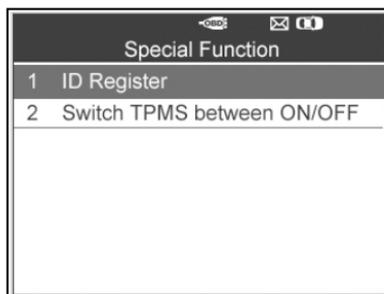

Imagen 4.39
- 2) El instrumento mostrará una lista de funciones especiales disponibles para el vehículo que se está probando. (Imagen 4.39)
- 3) Para cambiar manualmente entre ON y OFF en el TPMS, utilice el botón de desplazamiento **ARRIBA/ABAJO** para seleccionar **cambio del TPMS entre ON/OFF** y pulse el botón **Y**. (Imagen 4.39)